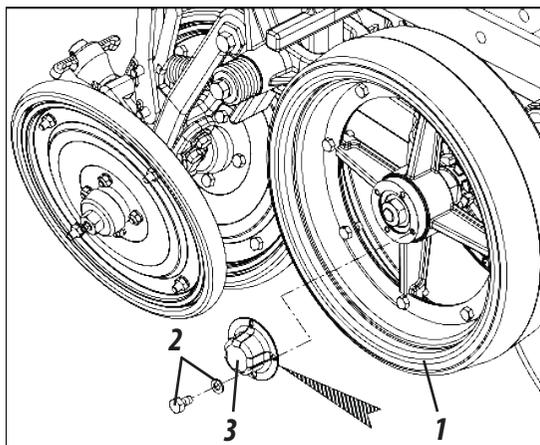

Figura 60
LUBRIFICAR CADA 200 HORAS DE TRABALHO (FIGURA 60)
- 1- Nas rodas compactadoras (1) solte os parafusos e arruelas (2), retire a calota (3) e introduza graxa nova. Recoloque a calota (3) nas rodas compactadoras (1) e fixe-a com os parafusos e arruelas (2), **conforme mostra a figura 60.**